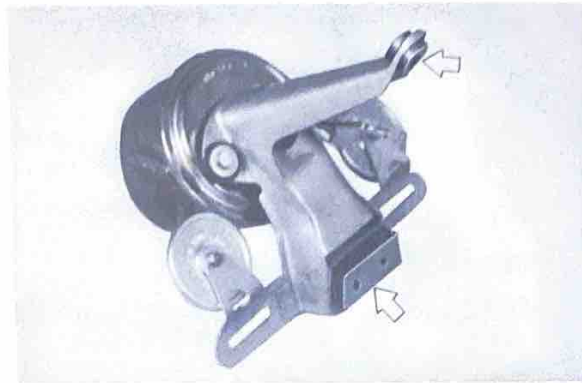

Fig. 41
1. Install the two rubber dampers on the tail/stoplight bracket. (Fig. 41)
1. Poser les deux amortisseurs en caoutchouc sur le support du feu arrière/stop. (Fig. 41)